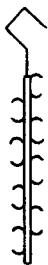
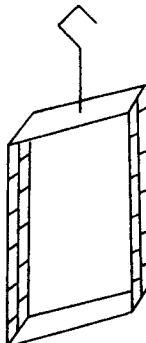

图 1-3
图 1-4
② 长度较短的工件镀锌挂具：见图 1-3、图 1-4。图 1-3 适用于短螺杆镀锌使用。制作时，注意挂具两边的小挂钩应错开位置焊接。使用图 1-4 挂具时，工件要两边错位装挂。